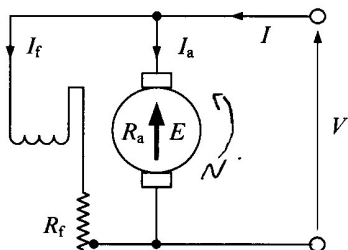

図 1
- (i) 図 1 に示す直流分巻電動機において、端子電圧は V 、電機子抵抗 r_a 、界磁巻線抵抗は r_f で、定格運転時に回転数 N [rpm] となり供給電流 I が流れたとする。いま、端子電圧は変化せず、トルクが変わらないとして速度を $N/2$ とするために電機子回路に挿入する抵抗 R の値を求めよ (ヒント：電機子電流はトルクが一定ならば変わらない)。